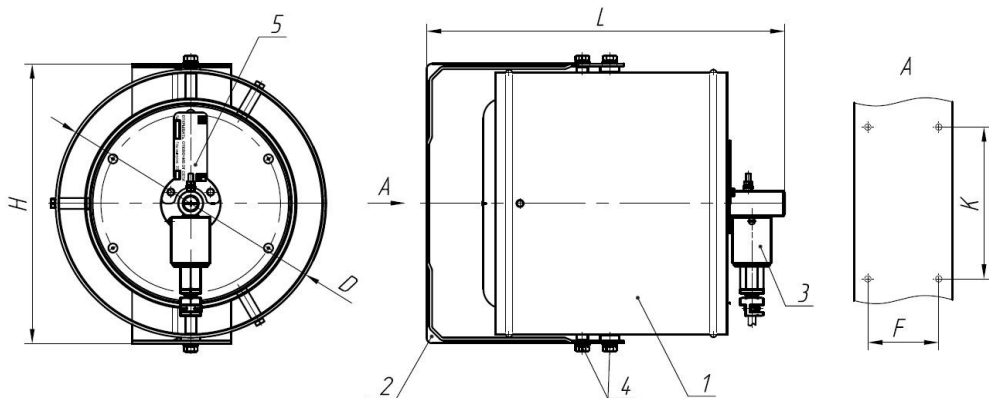

Рис.1.
6. Габаритные и присоединительные размеры (рис.1), мм, не более: <ul style="list-style-type: none"> • длина - L • диаметр - D • ширина – Н • ширина – К • ширина – F 	400 310 310 168 78
3.1. В комплект поставки (рис.1) входит:
4.1. Устройство генератора (рис.1).
7.2. Монтаж генератора производится с помощью кронштейна крепления поз.2 (рис. 1) на жесткой вертикальной конструкции (стены, колонны и др.). Генераторы при установке должны быть так ориентированы, чтобы при их работе струи огнетушащего аэрозоля не оказывали теплового воздействия на пути эвакуации, судовое оборудование, кабельные трассы, аварийное
освещение, предупредительную сигнализацию топливные и масляные цистерны и трубопроводы. Генераторы должны быть удалены от путей эвакуации и других районов, где может присутствовать персонал, по крайней мере, на минимальные безопасные расстояния, определенные в соответствии с циркуляром ИМО MSC.1/Circ.1270 для воздействия температур до 75 °С, но они не должны превышать, по возможности, 2,5 м, а так же от горючих материалов по крайней мере, на минимальные безопасные расстояния для воздействия температур до 200°С. Для монтажа на металлических конструкциях кронштейн крепления закрепляется при помощи 4-х винтов М 6х30, которые привариваются к металлической конструкции, 4-х шайб пружинных 6 и 4-х гаек М 6 (Метизы в комплект не входят). Учитывая, что генератор обеспечивает объемное тушение, то максимально быстро создать концентрацию аэрозоля в зоне возможного возникновения пожара можно направлением оси генератора на неё с помощью 4-х регулировочных винтов М8 поз. 6 (рис. 1).